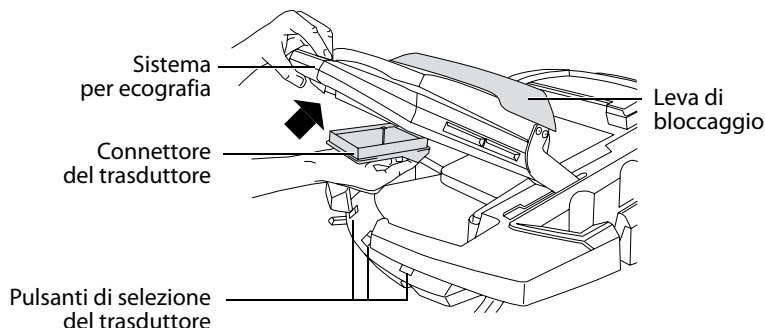

Figura 7 Collegamento del connettore del trasduttore al sistema
- Per selezionare un trasduttore, premere il pulsante di selezione del trasduttore sul modulo di collegamento triplo per trasduttori. Vedere la Figura 7 a pagina 18.